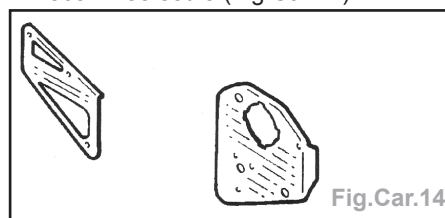

Fig.Car.14
- Pièce livrée seule (Fig.Car.14).